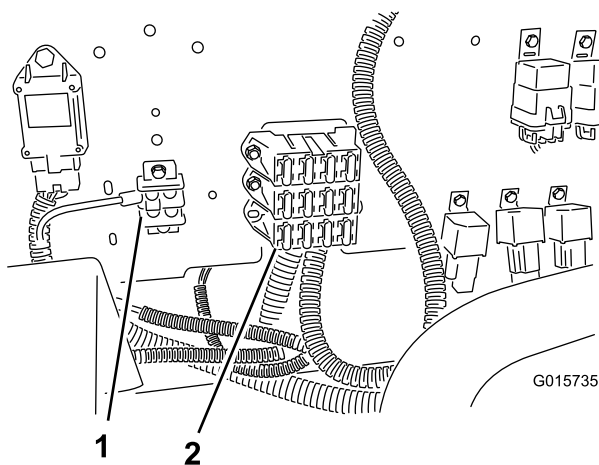

Figura 17
3. Localice los bloques de fusibles existentes de la máquina, e instale el bloque de fusibles conectado al arnés de cables, sujetándolo al fondo del bloque de fusibles que está encima (Figura 17).
4. Sujete el terminal de tierra del arnés de cables al bloque de terminales de tierra (Figura 17).